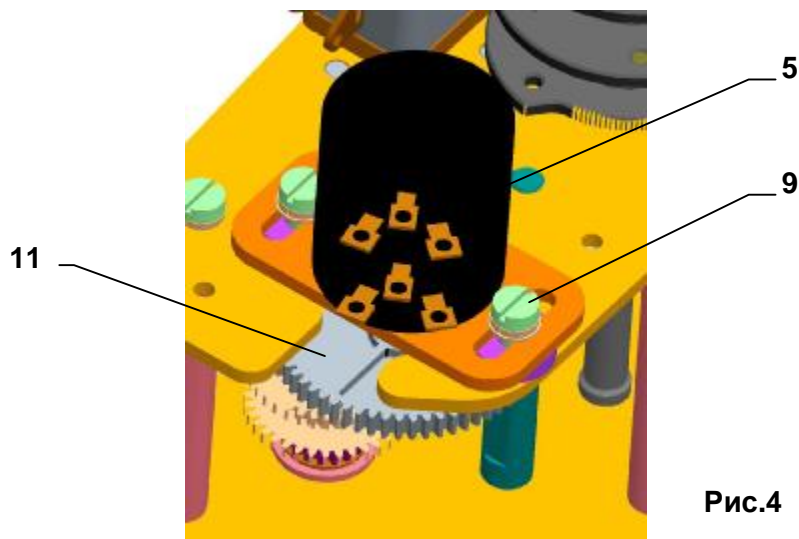

Рис.4
- в исполнении с датчиком сопротивления, вынесите датчик из зацепления ,(Рис.4).
### 4.3 Установка датчика сопротивления (рис.4)